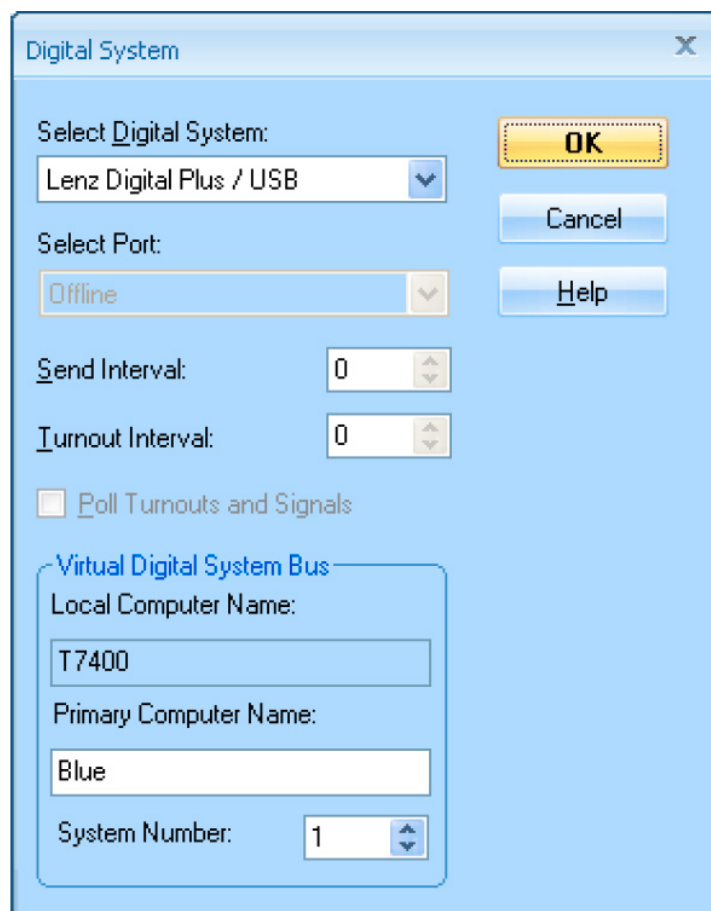

Imagen 7: Configuración del Bus virtual del Sistema digital
- El diálogo **Digital System** debe rellenarse de acuerdo con la imagen 7 en todos los ordenadores secundarios del Bus virtual del sistema digital correspondiente.
La instalación de +Net™ es muy simple y auto-ejecutable. Instale +Net™ en todos los ordenadores de la red en el mismo directorio, dónde **TrainController™** está ya instalado. Si no se hace esto correctamente, la pestaña **Red** que se muestra en la imagen 5 y las opciones adicionales mostradas en la imagen 7 no serán visibles.